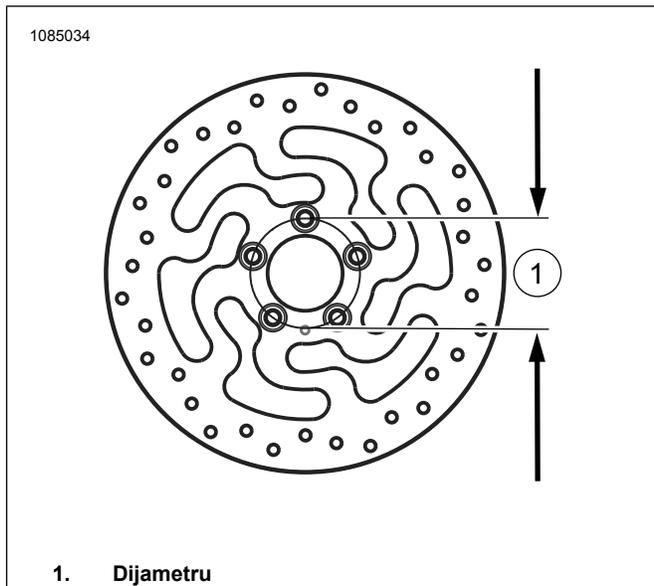

Figura 4. Dijametru tat-Toqba tal-Immuntar tad-Diska
- a. Figura 4 Jekk id-dijametru tad-diska tal-brejk ta' quddiem m'għandux kejl ta' 3.25 pulzjeri, armi d-diska.